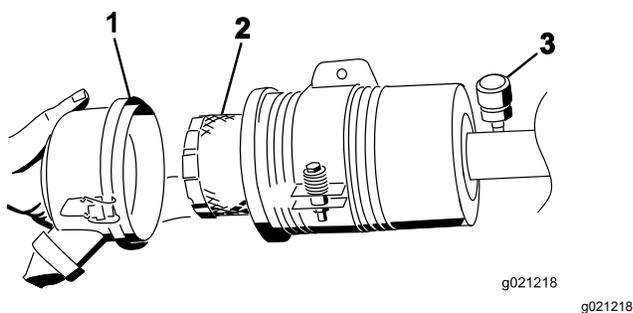

Рисунок 71
4. Снимите и замените фильтр (Рисунок 71).